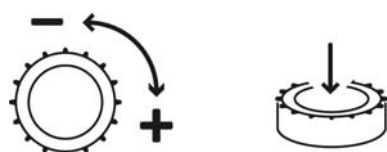

Fig. 11: Actionnement du bouton de commande
$n=f(AI)$ (mode de régulateur – voir Fig. 11)
- L'écran LCD indique les états de fonctionnement des pompes, du régulateur et du convertisseur de fréquence. Le bouton de commande permet de sélectionner les menus et de saisir les paramètres. Pour modifier des valeurs ou pour faire défiler un niveau de menu, il faut tourner le bouton, et pour sélectionner et confirmer, le pousser (Fig. 11).